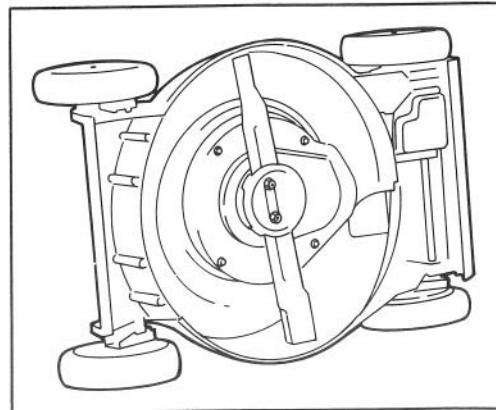

Figure 30
3. Inclinez la tondeuse sur le côté gauche (Fig. 30).